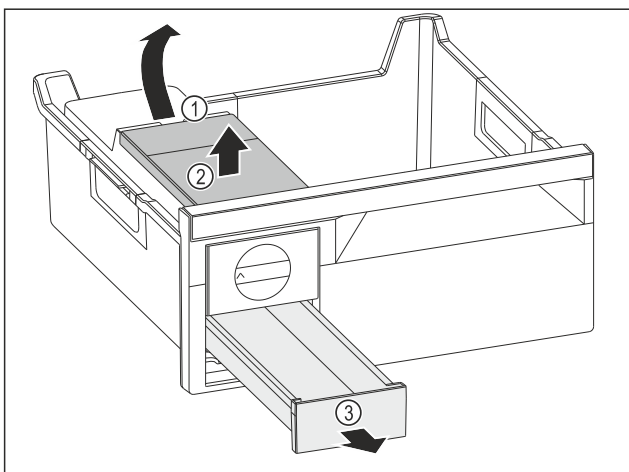

Fig. 86
- ▶ Wymywanie zbiornika wody: Zbiornik wody unieść za wycięcia Fig. 86 (1).
- ▶ Wyjąć zbiornik wody Fig. 86 (2) do góry.
- ▶ Wyjąć szufladę na kostki lodu Fig. 86 (3) do przodu.